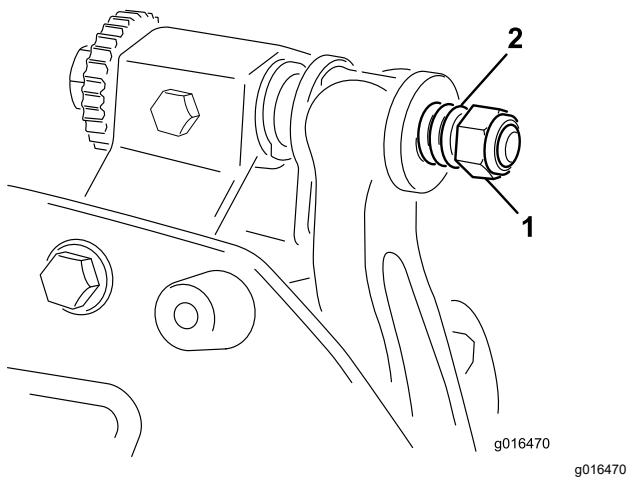

図 26
- スプリングがつぶれるまでテンションナットを締め、そこから半回転戻す図26。